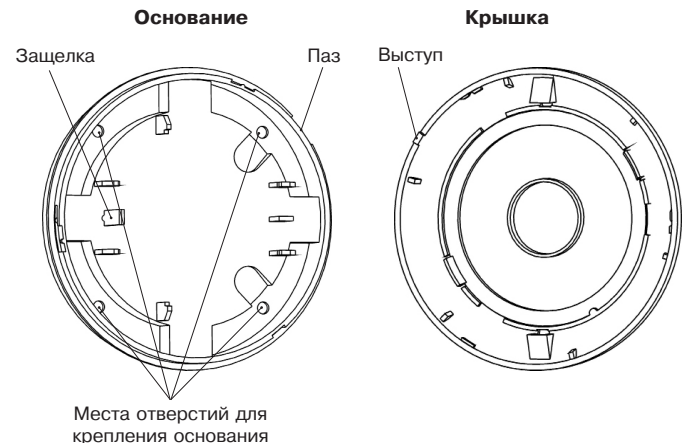

Рисунок 2 – Основание и крышка извещателя
- Снимите крышку извещателя, повернув крышку против часовой до упора в пазе на наружном кольце основания извещателя, а затем поднимите крышку (рис. 2)
- снимите печатную плату, отжав удерживающий ее фиксатор (рис. 2);
- просверлите в основании корпуса отверстия (рис. 2), которые будут использоваться для крепления извещателя;